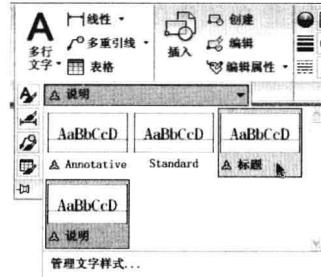

图 5-2-2
(2) 单击文字样式名称，在弹出的列表中可以选择其他的文字样式，如图5-2-2所示。